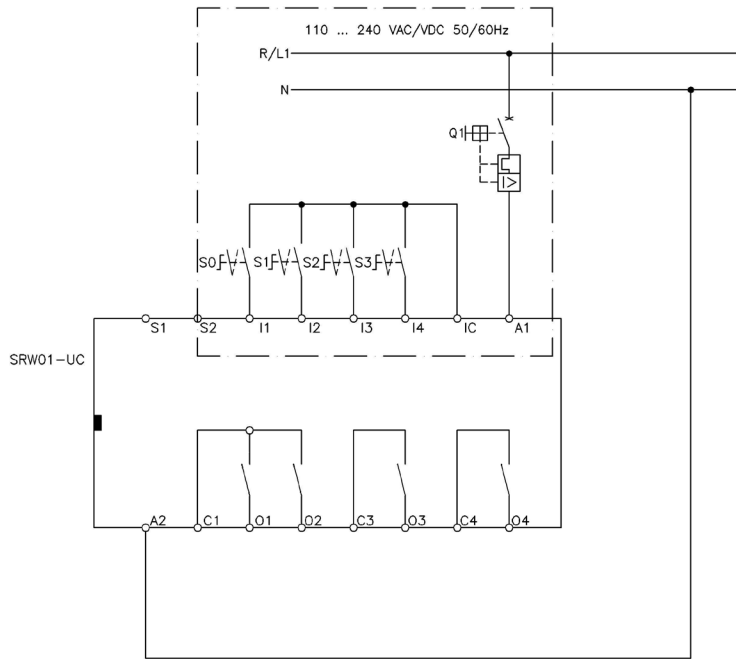

Figura 5.21 - Esquema de conexión para el Modo de Operación PLC utilizando entradas digitales en 24 Vcc
El esquema de la figura 5.21 presenta un ejemplo de la utilización de la Unidad de Control (UC) en el modo de operación PLC, con accionamiento a través de las entradas digitales en 24 Vcc.